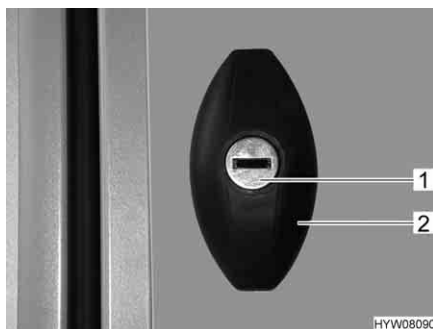

Fig. 20 Serratura dello sportello, ellittico, chiuso
- Inserire la chiave nel cilindro della serratura (Fig. 20,1) e ruotare in senso antiorario di un mezzo giro. La maniglia della serratura (Fig. 20,2) scatta all'infuori.